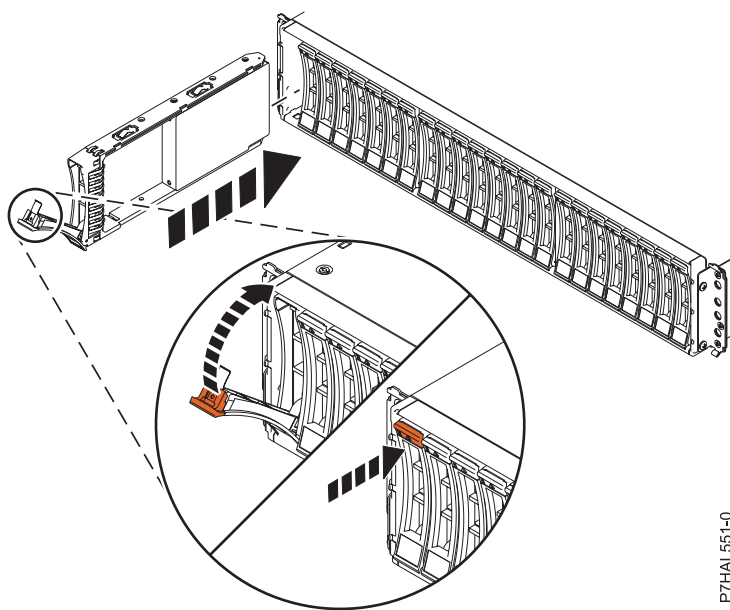

Figura 6. Instal·lació de la unitat de disc a Allotjament de la unitat de disc 5887
1. Amb la nansa en posició desbloquejada, consulteu Figura 6, aguanteu la part inferior de la unitat mentre l'alineeu amb les guies de la unitat d'expansió.